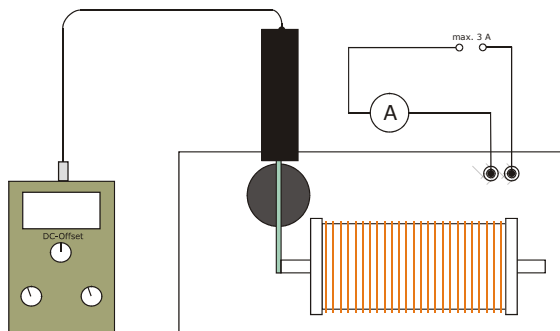

Fig.1 Registro da curva de histerese
- Conectar o aparelho de alimentação na rede, a bobina e o amperímetro em série (veja fig. 1).